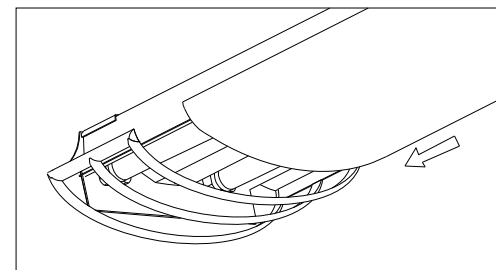
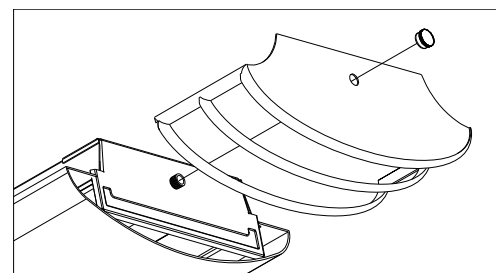

Figure 4
Figure 5
11. **Glisser le diffuseur** entre l'embout décoratif et l'appareil. **Voir la fig. 4.** Tout en supportant le diffuseur, installer l'autre embout décoratif et le faîteau. **Voir la Fig. 5.**
11. **Slide Diffuser between Decorative End and fixture.** **See Fig. 4.** While supporting Diffuser install other Decorative end and finial. **See Fig. 5.**
11. **Deslice el Difusor** entre el Extremo Decorativo y el luminario. **Vea Fig. 4.** Mientras este apoyando el Difusor, instale otro Extremo Decorativo y Finial. **Vea Fig. 5.**